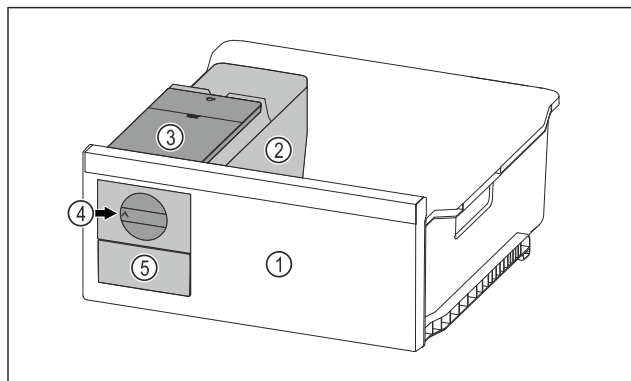

Fig. 97 Simbolična slika
- Vrtljivi gumb Fig. 97 (4) obrnite do konca v smeri urinih kazalcev.
- Kocke ledu iz posode za ledene kocke padajo v predal za ledene kocke Fig. 97 (5).